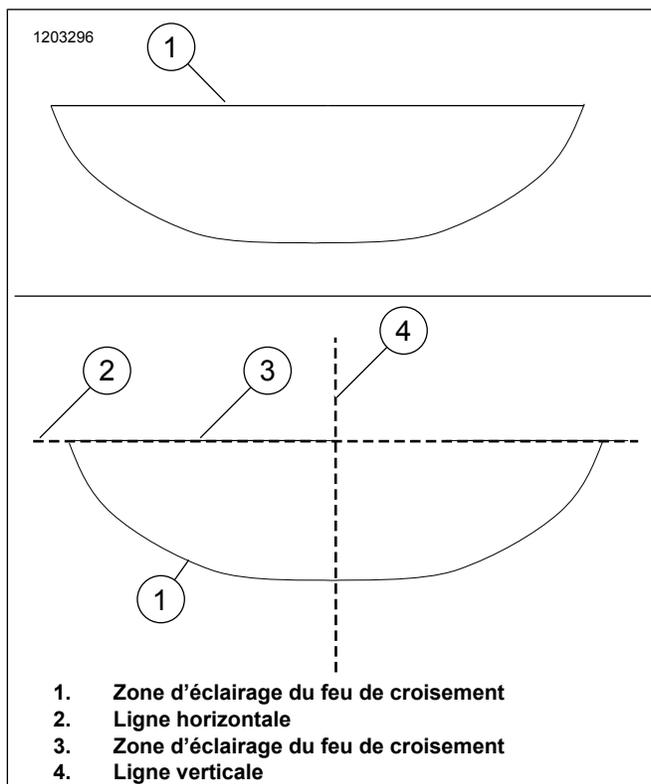

Figure 11. Alignement du feu de route de croisement
1. Voir la Figure 11. Alignez la bande horizontale du **feu de croisement** (3) avec la ligne horizontale (2) tracée sur le mur.